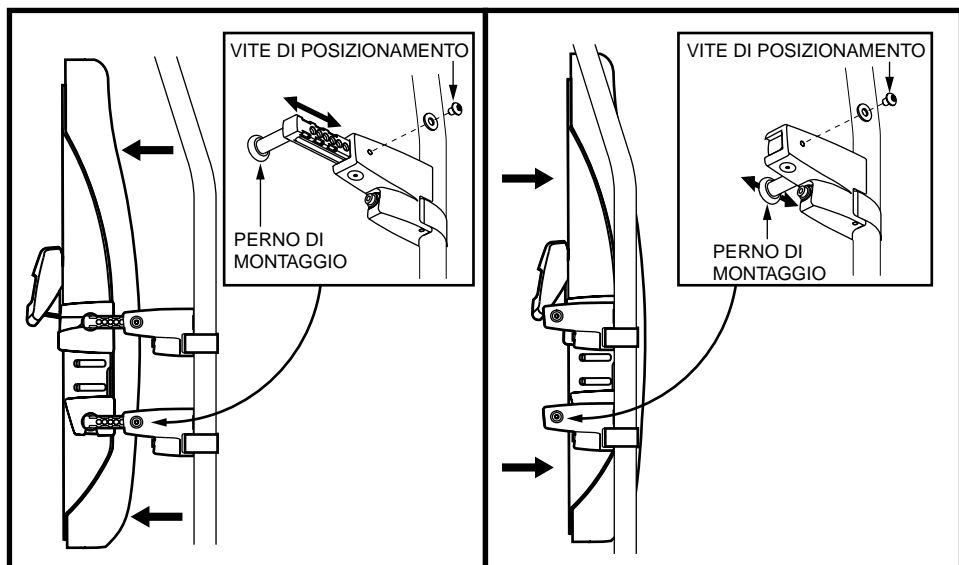

Figura 7. Regolazione della profondità dello schienale
3. Estrarre il perno di montaggio. Vedere figura 7.
3. Inserire il perno di montaggio. Vedere figura 7.